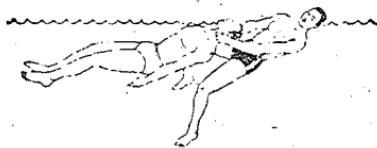

图 11
2. 拖带方法。仰泳法：先使溺者仰卧，面部露出水面，然后用两手托其下颌或腋窝拖带上岸（图11）